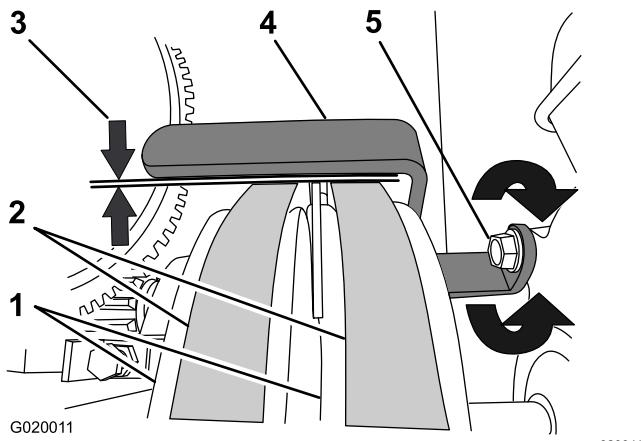

Figura 67
- Compruebe que la holgura entre la guía de las correas y las correas es de 2.5 mm a 4.0 mm (3/32" a 5/32"); consulte Figura 67.
- Afloje el perno que sujeta la guía de las correas al motor (Figura 67).
de 2.5 a 4 mm (3/32" a 5/32") entre la guía y cada correa (Figura 67).
- Apriete el perno que sujeta la guía de las correas al motor (Figura 67).